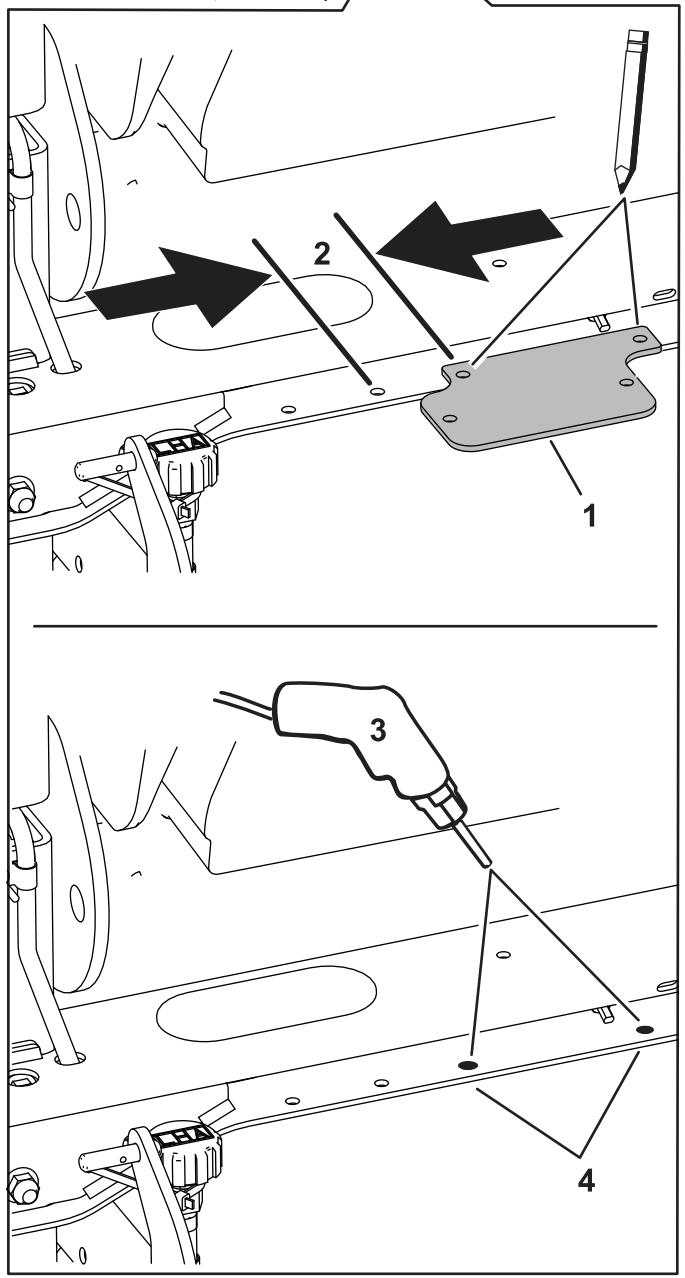

图 1
3. 检查 图 1 中显示的机器机架中现有的孔。如果有孔继续执行步骤 6。
4. 使用安装支架作为模板标记孔的位置以便钻孔图 1。
5. 在机器机架中钻 9/32 英寸的孔图 1。